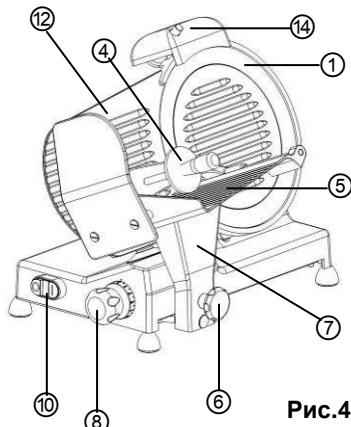

Рис.4
- Прежде чем включать прибор, проверить нижеуказанные пункты (рис. 4):
#### Работа прибора (рис. 4, 5)